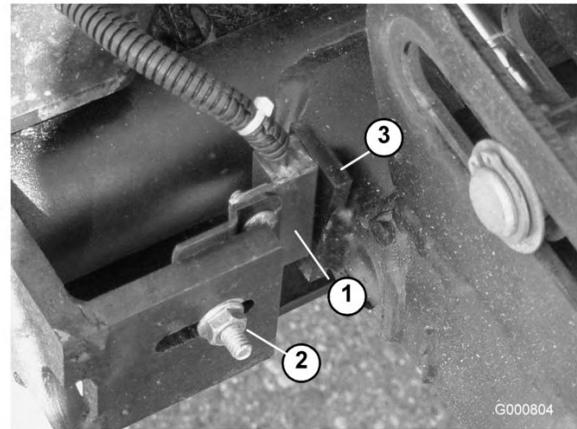

Figure 91
- Desserrez l'écrou du boulon de carrossier qui fixe le support du commutateur de bras de levage au bras N° 4, 6 ou 7 (Figure 91). N° 4 représenté sur la figure.